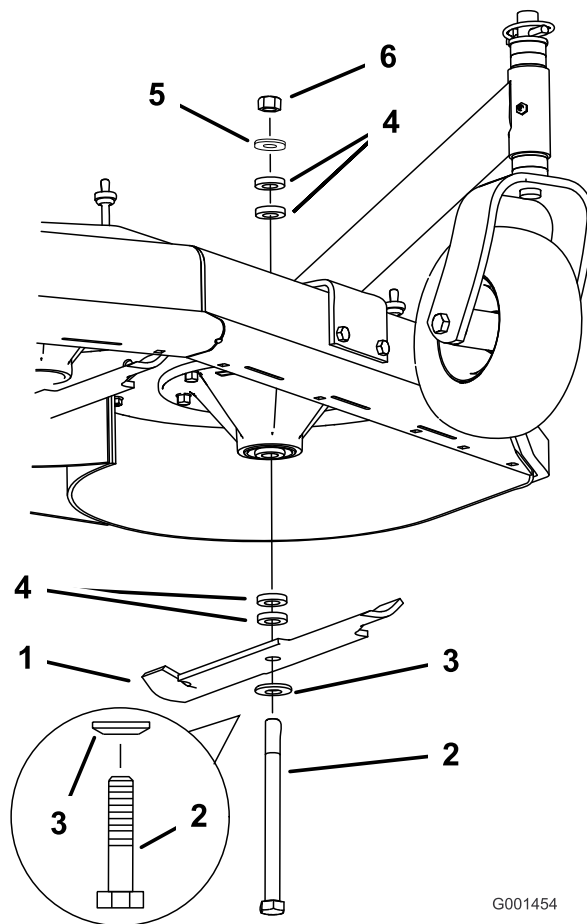

Figure 56
2. Enlevez de l'axe, l'écrou, le boulon de lame, la rondelle bombée, la lame, les entretoises et la rondelle mince (Figure 56).
1. Posez le boulon, la rondelle bombée et la lame. Choisissez le nombre d'entretoise(s) correct pour la hauteur de coupe, et insérez le boulon sur l'axe de lame (Figure 56).
2. Posez la ou les dernière(s) entretoise(s) et fixez-la ou les en place avec une rondelle mince et un écrou (Figure 56).